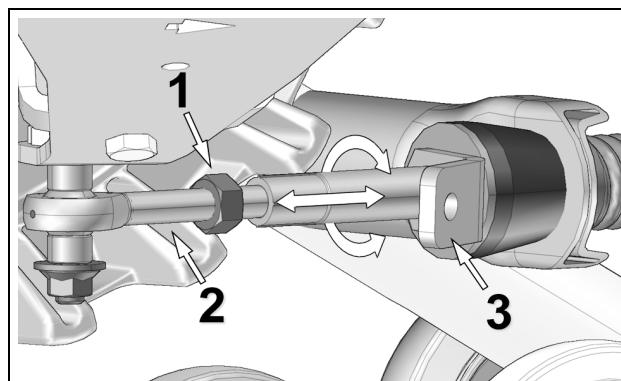

Figure 5
- Desserrer le contre-écrou (1) de l'embout à rotule. Ajuster la longueur de l'embout (2) en tournant le support de limiteur de conduite (3) au bras stabilisateur à l'aide d'une clé jusqu'à l'obtention de l'ajustement de 254 mm entre la barre plate et le sol. Figure 5.
*NOTE:* Aux systèmes avant, la partie pliée du support de limiteur de conduite (3) doit être positionnée vers l'intérieur du véhicule.